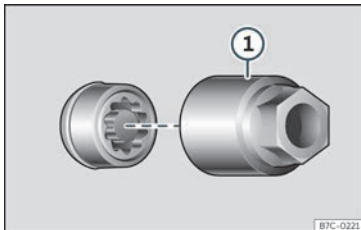

Fig. 36 Parafuso antirroubo com capa de proteção e adaptador.
- Encaixe o adaptador especial»» **Fig. 36 1** (ferramenta de bordo»» Página 45) no parafuso antirroubo da roda até ao limite.